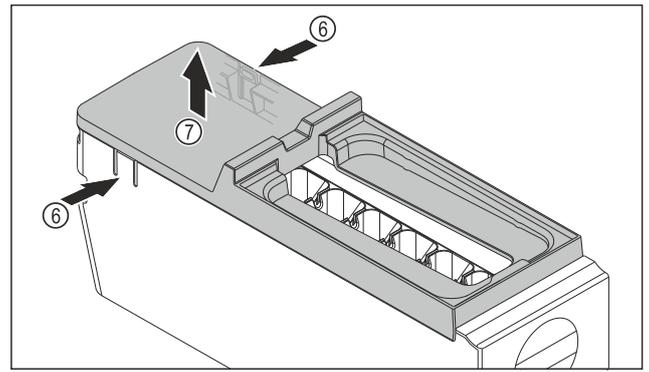

Fig. 159
- ▶ Abdeckung des EasyTwist-Ice-Körpers entnehmen: Laschen Fig. 159 (6) an den beiden Seiten des EasyTwist-Ice-Körpers mit einer Hand drücken.
- ▶ Abdeckung Fig. 159 (7) mit der anderen Hand nach oben entnehmen.